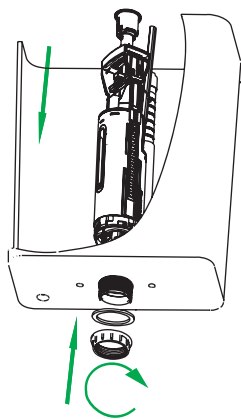
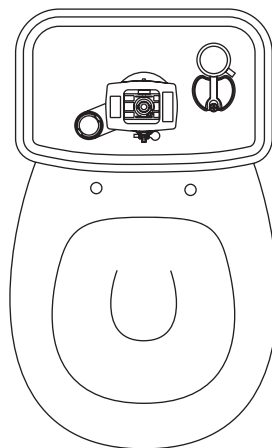

Рис. 2 / 2-сур.
Рис. 3 / 3-сур.
2. Открутите пластиковую гайку и установите клапан выпуска, как показано на рис. 2. **Внимание:** верхняя часть коромысла должна располагаться параллельно передней стенке бачка (рис. 3).